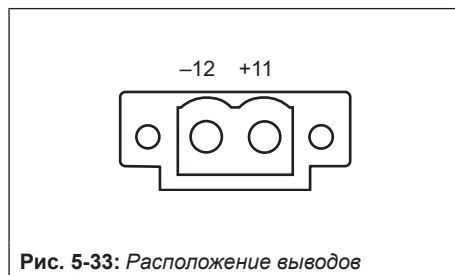

Рис. 5-33: Расположение выводов
- ➔ Подключите вспомогательное электропитание (регулирующий сигнал mA) к позиционеру согласно Рис. 5-33.